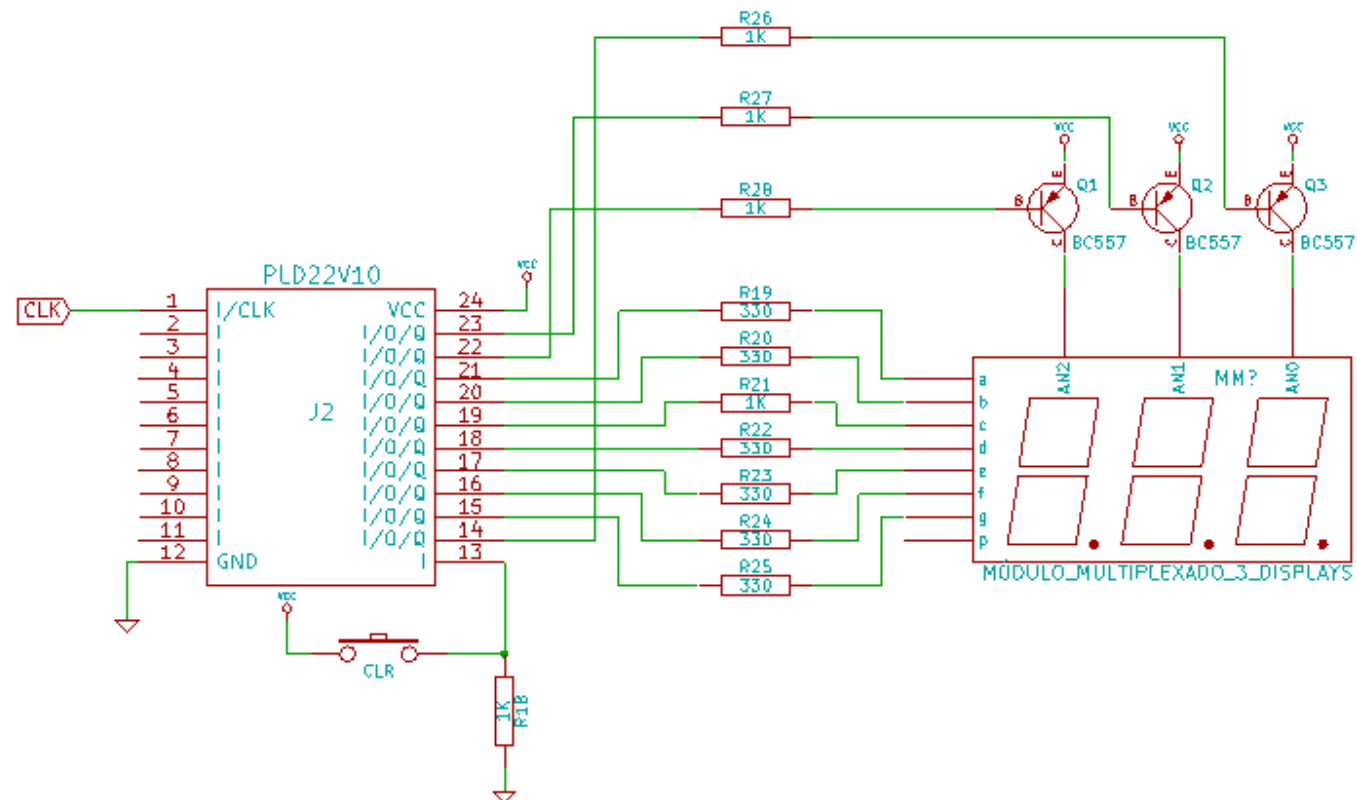

Ilustración 4 Diagrama esquemático.
4. Una vez simulado el sistema construir el circuito mostrado en la ilustración 4 para probarlo en el laboratorio. **En caso de usar la TEDDi este paso no es necesario.**